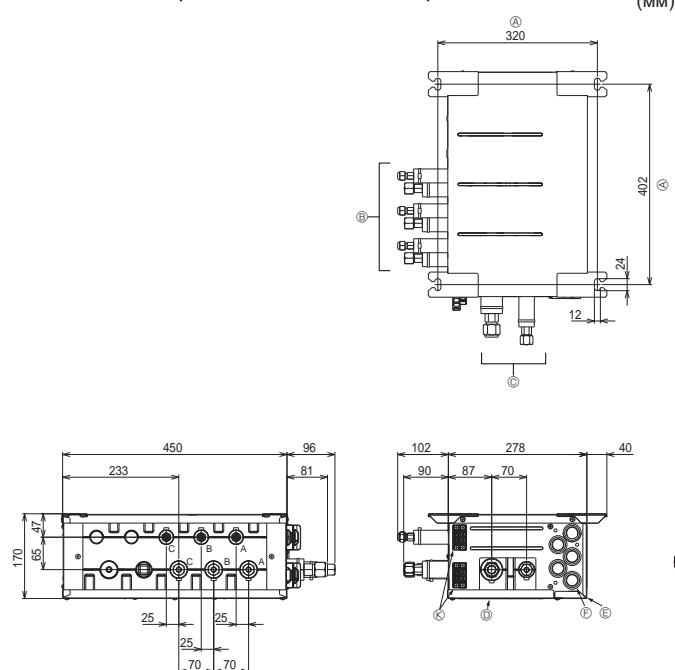

Fig. 4-3
② Снимите крышку электрооборудования, сервисную панель и верхнюю панель.
■ PAC-MK30BC (Fig.4-3)